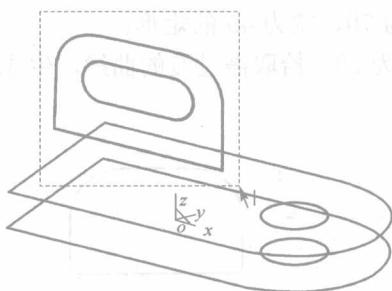
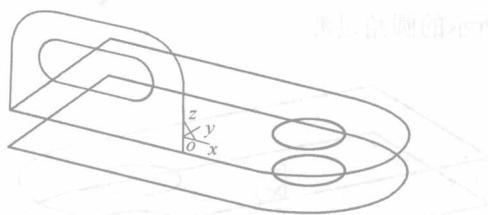

图 2-9 框选平移对象
图 2-10 平移结果
(12) 单击“平移”按钮 S ，在立即菜单中选择“两点”、“移动”、“非正交”，在绘图区中作如图2-9所示框选图线，点击鼠标右键，确认拾取，拾取图形左侧角点为基点，拾取底板顶面角点为目标点，将图线移动到正确位置，如图2-10所示。